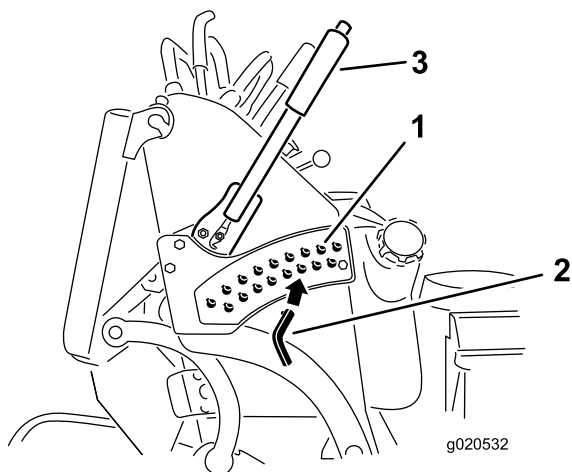

Figure 26
3. Placez la goupille dans le trou du support correspondant à la hauteur de coupe voulue (Figure 26).
4. Poussez le bouton sur le dessus et abaissez le levier de réglage de hauteur de coupe jusqu'à la goupille (Figure 26).